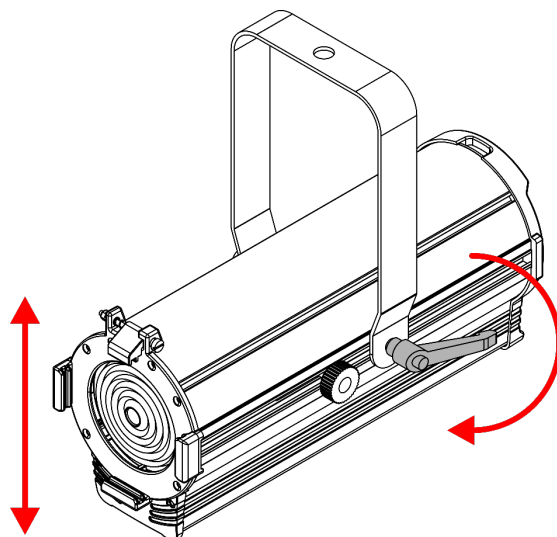

Fig. 08
- 01) Ruotare la **maniglia di regolazione (03)** in senso antiorario per allentarla.
- 02) Inclinare il dispositivo all'angolo desiderato (vedere Fig. 08).
- 03) Ruotare la **maniglia di regolazione (03)** in senso orario per serrarla.